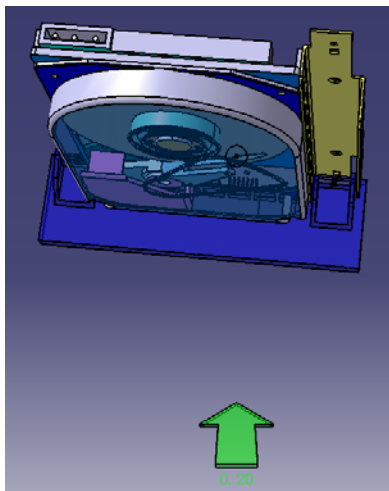

图 11-3
(1) 选择窗口下方的 View Toolbar 中的 Fly  键，再点击 Turn Head ，用鼠标在图 11-3 选择适当的点；